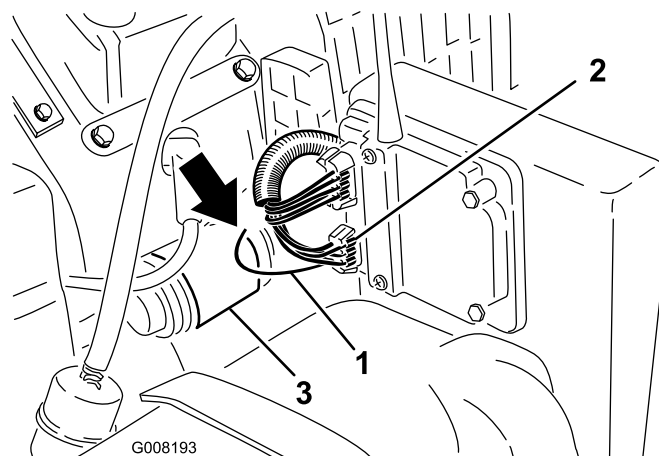

図 21
1. ワイヤ・ハーネスに折込んである黒と黄色のストライプの電気コード (レシーバの 6 ピンコネクタから出ている) を探し出す (図 21)。この電気コードをチューブから引き出す。